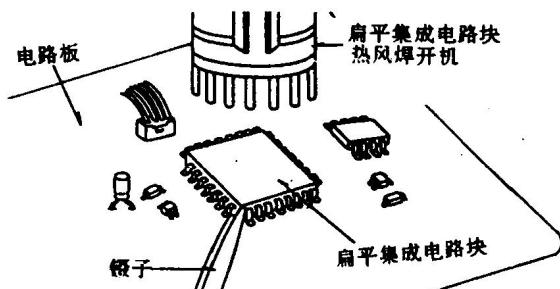

图 G9
(2) 在加热的同时, 用镊子拆下扁平集成电路块 (图 G9)。